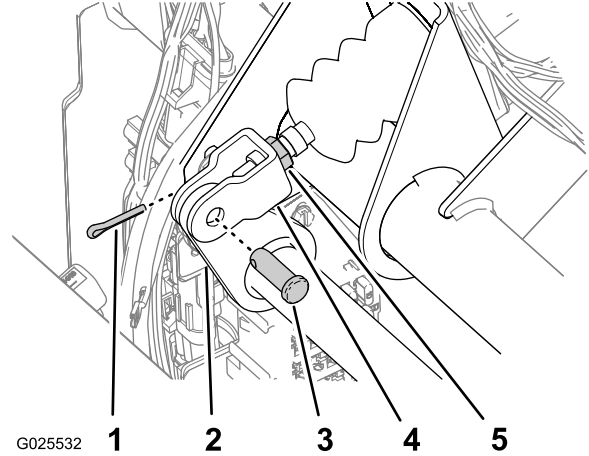

Figura 81
2. Retire o contrapino e o passador de forquilha que fixam a culatra do cilindro principal ao ponto de articulação do pedal de travão (Figura 81).
4. Desaperte as porcas de retenção que fixam a culatra ao eixo do cilindro principal (Figura 81).
5. Ajuste a culatra de modo a que os orifícios se encontrem alinhados com o orifício existente no ponto de articulação do pedal de travão (Figura 81).
6. Fixe a culatra ao ponto de articulação do pedal de travão com o passador de forquilha e o contrapino (Figura 81).
7. Aperte a porca de retenção que fixa a culatra ao eixo do cilindro principal (Figura 81).